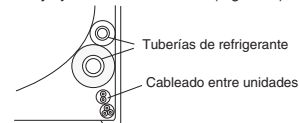

Fig. 3-67
- (3) Instale la unidad interior en el panel posterior.
- (4) Conecte el tubo y el cableado en el interior desde el exterior.
- (5) Tras realizar una prueba de fugas, fije el grupo de tubos con cinta blindada y guárdelo en el interior de la zona de almacenamiento de tubos ubicada en la parte posterior de la unidad interior y fíjelo con abrazaderas. (Fig. 3-67)